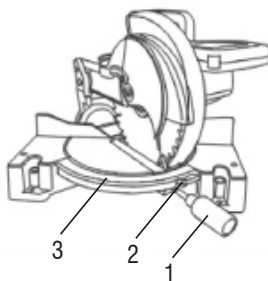

Fig. 22 – Cortes 45°
- 1 - Gire a trava da mesa (1) no sentido anti-horário, Fig. 22;
- 2 - Pressione a trava do disco (2), para destravar o disco;
- 3 - Rotacione a o disco da máquina para o ângulo de 45°, verifique o ângulo na escala da base (3);
- 4 - Trave o disco girando a trava da mesa (1) no sentido horário;